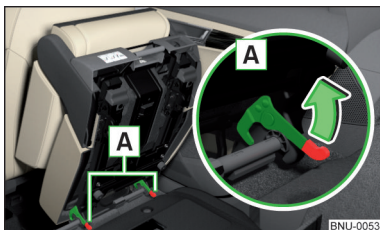

Fig. 87
- Blocați scaunul la capătul tijelor de ghidare prin apăsarea elementelor de blocare **A** în sensul săgeții » fig. 87.
- Dacă scaunul este demontat, acesta trebuie așezat mai întâi pe tije de ghidare și apoi blocat cu elementele de blocare scaun **A** » fig. 87 la pagina 89. Trăgând în sus de scaun, asigurați-vă că acesta este blocat corespunzător.